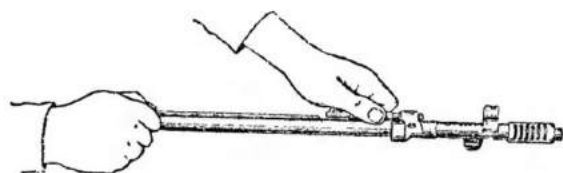
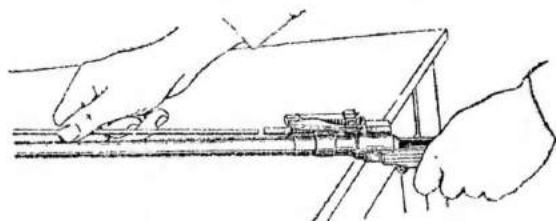

Рис. 68. Отделение газового цилиндра
Рис. 69. Отделение толкателя со штоком
6. Отделить газовый цилиндр, шток и толкатель стебля затвора: положить ствол прицелом вверх, удерживая левой рукой газовый цилиндр на патрубке; правой рукой подать шток доотказа назад, отвести его передний конец немного в сторону, а левой рукой снять газовый поршень с патрубке (рис. 68); подавая правой рукой шток вперед, вынуть его из гнезда толкателя затвора (рис. 69), затем вынуть вперед из отверстия ствольной коробки толкатель затвора с пружи-